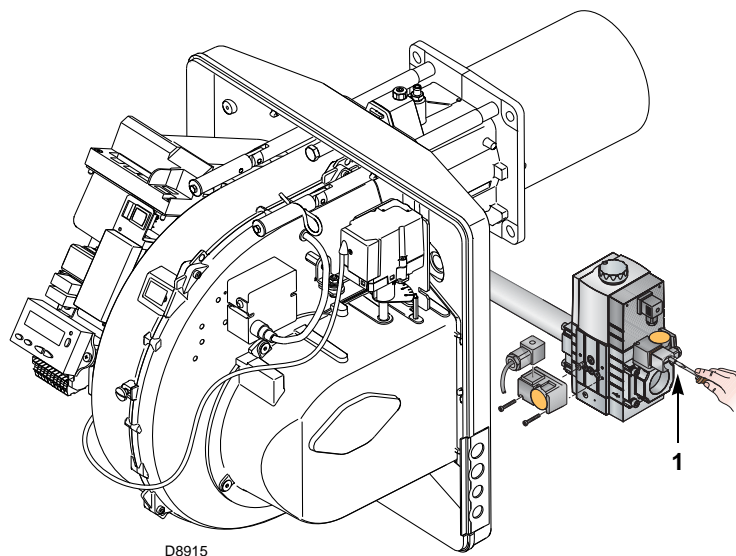

Abb. 25
- Prüfen Sie den Gasversorgungsdruck durch Anschließen eines Druckmessers an die Druckentnahmestelle 1 (Abb. 25) des Minimal-Gasdruckwächters: er muss geringer als der maximal zulässige Druck der Gasarmatur sein, der auf dem Kennschild der technischen Daten angegeben ist.
- Entlüften Sie die Leitung der Gasarmatur, indem Sie eine Kunststoffleitung an die Druckentnahmestelle 1 (Abb. 25) des Minimal-Gasdruckwächters anschließen. Führen Sie die Entlüftungsleitung aus dem Gebäude, bis der Gasgeruch wahrnehmbar ist.